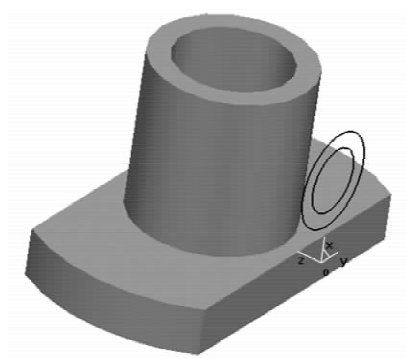

图 6 - 14 删除后的效果
13. 单击“拉伸增料”图标 ，在弹出的对话框中，设定拉伸类型为“拉伸到面”，拾取草图和内圆柱面（一定要拾取内圆柱面，否则还要进行一次除料处理），按“确定”按钮，完成操作，结果如图 6 - 15 所示。